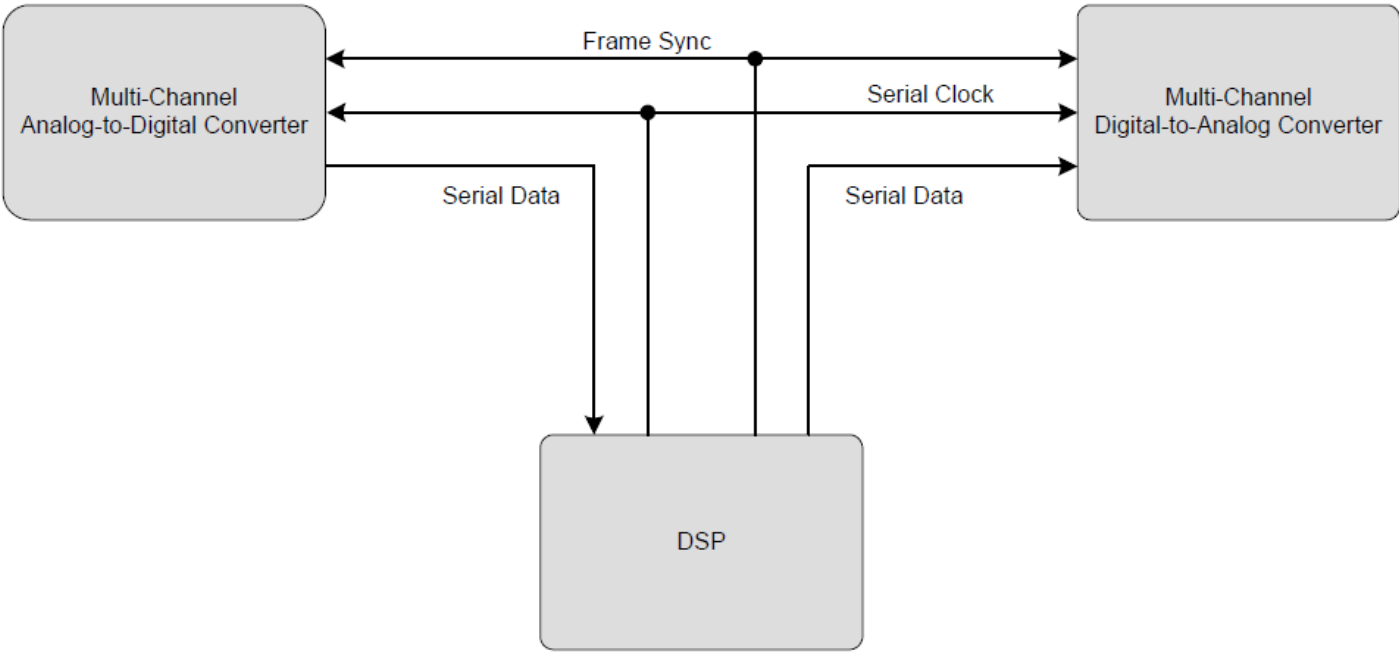

图 12. TDM 系统框图
**TDM/PCM** 数字音频接口的硬件拓扑结构也与 I2S 相近。图 12 表示应用 DSP 作为主设备控制 ADC 和 DAC 间数字音频流的例子。